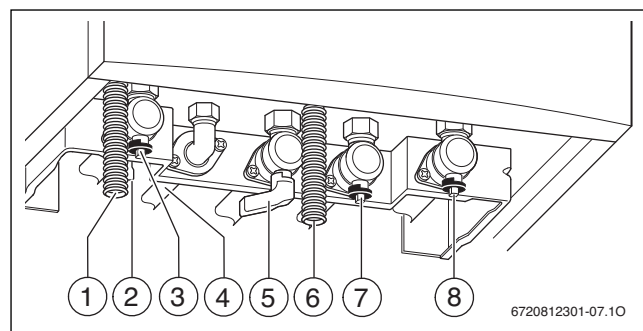

Fig. 29
- ▶ Aprire il rubinetto del gas (→ fig. 29, [5]).